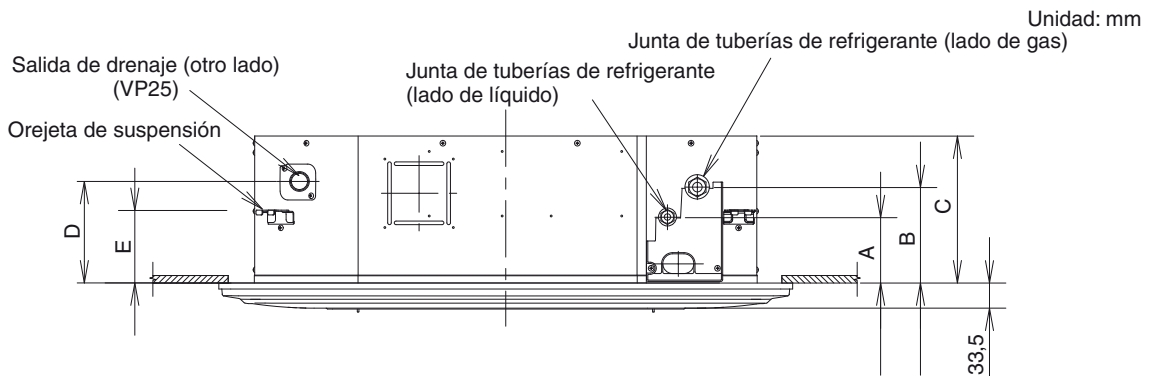

Fig. 3-3
- (3) Determine el paso de los pernos de suspensión utilizando el diagrama de instalación de escala completa. El diagrama y la tabla (Fig. 3-3 y Tabla 3-2) muestran la relación existente entre las posiciones del acoplamiento de suspensión, la unidad y el panel. Utilice la tuerca (no incluida) y la arandela (incluida) para la posición superior e inferior de la orejeta de suspensión.